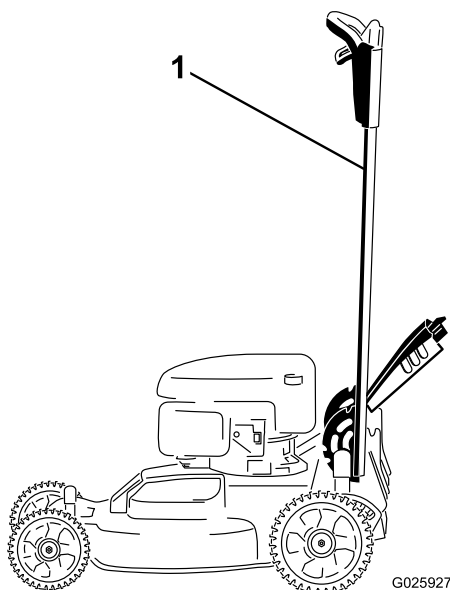

Figura 41
1. Bloccate la maniglia in posizione verticale (Figura 41); vedere Regolazione dell'altezza della maniglia (pagina 12).